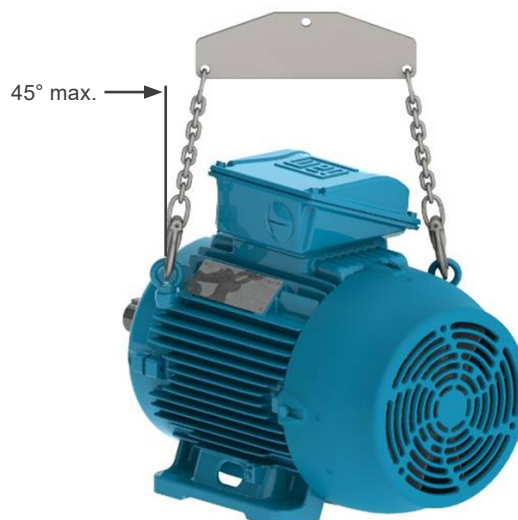

Figura 4.4: Ángulo máximo resultante para motores con dos o más ojales de izamiento
- Motores con ojales verticales, conforme Figura 4.4 de la página 104, el ángulo máximo resultante debe ser de 45° en relación al eje vertical. Se recomienda la utilización de una barra separadora (spreader beam), para mantener el elemento de izamiento (corriente o cable) en el eje vertical y evitar daños a la superficie del motor.